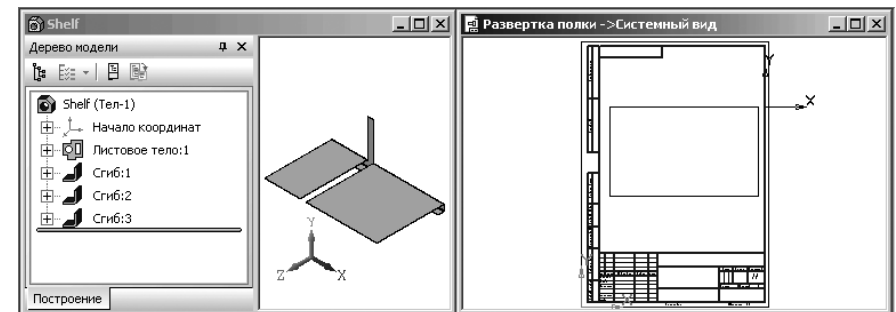

Рис. 7.41. Модель детали **Полка** и фантом развертки листовой детали **Полка**
- установите указатель мышки вместе с фантомом развертки листовой детали в центре форматки. Это состояние показано на рис. 7.41;